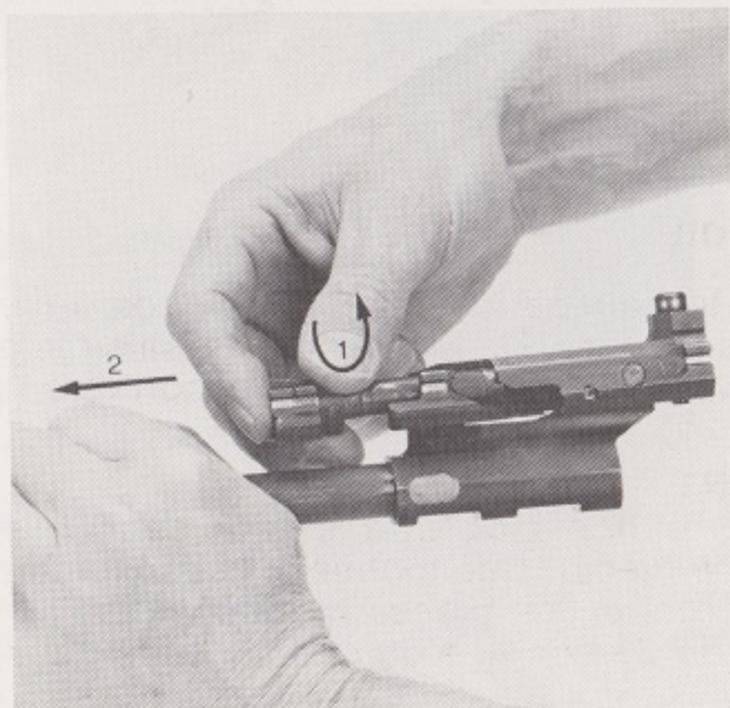

Fig. 22
- Le démontage du verrou s'effectue en le faisant pivoter dans la glissière afin de dégager son tenon de guidage hors de la rainure de la glissière (Fig. 22).